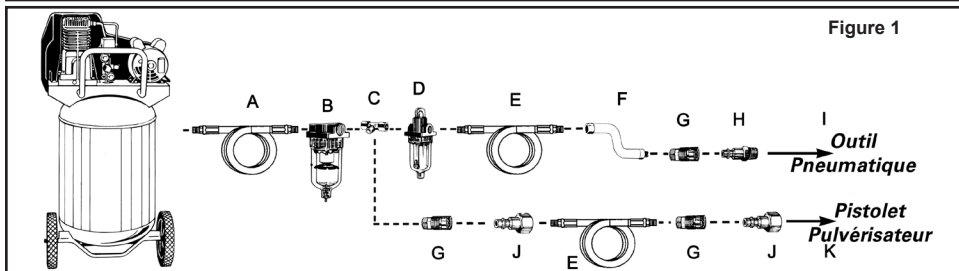
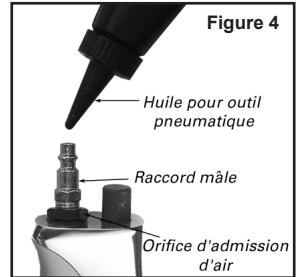

Figure 1
Figure 4
- Branchez l'outil au raccord rapide du tuyau flexible d'air. **REMARQUE : Il est recommandé d'utiliser un flexible de raccordement à pivot (P012-0079SP - non inclus) afin d'empêcher le tuyau flexible de s'en tortiller ou de se plier et de prévenir son usage excessif (voir l'élément F de la Figure 1 pour les connexions recommandées).**
Pour conserver le rendement optimal du moteur pneumatique, il faut le lubrifier à chaque utilisation. Des résidus de poussière, de saleté et d'huile se logeront à l'intérieur de l'outil et en réduiront le rendement. Un huilier sur canalisation est recommandé pour lubrifier automatiquement l'outil de façon adéquate (voir Figure 1). Si ce dispositif n'est pas disponible, il est possible de lubrifier l'outil manuellement par l'orifice d'admission (voir Figure 4).